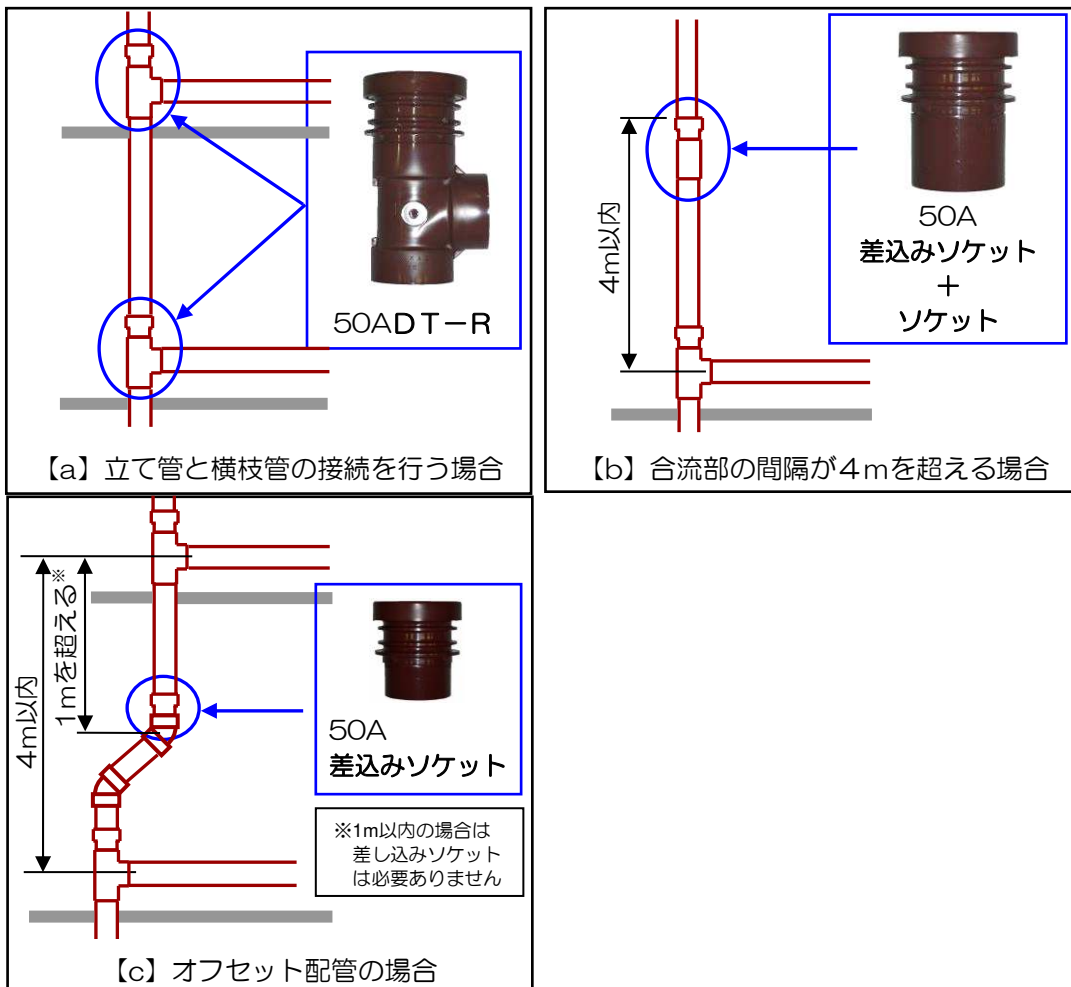

図6.1 立管の伸縮処理方法
①伸縮処理方法
- ・立て管と横枝管の接続には必ず伸縮処理機能付きのDT-R継手をご使用ください。(図6.1(a))
- ・合流部の間隔が4mを超える場合、4m以内毎に必ず差込みソケットを設置してください。(図6.1(b))
- ・オフセット配管を行う場合、1つ上階の合流部からオフセット上部の継手までの距離が1mを超える際には差込みソケットを設置してください(図6.1(c))。
- 中間部に差込みソケットを使用する場合は、必ず差込みソケット部の固定支持を行ってください。また、直管の中央付近に1か所の振れ止め支持を行ってください。（図6.1(b)）
- オフセット配管の場合は、オフセットの位置に応じて適切な支持を行ってください（図6.1(c, d)）。